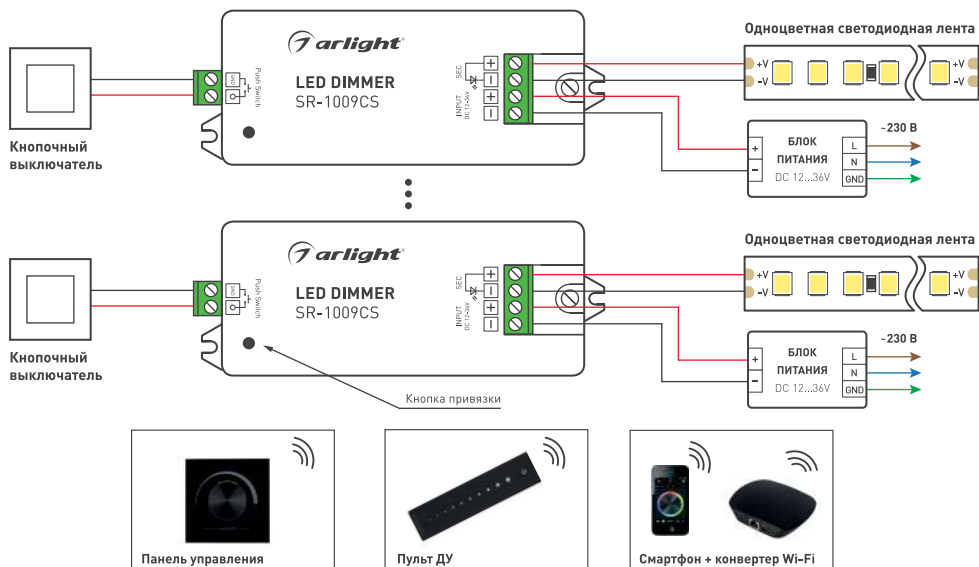

Рисунок 2. Схема подключения на примере контроллера SR-1009CS.
- Подключите диммеры и светодиодную ленту [см. инструкции к используемому оборудованию]. Пример подключения диммеров приведен на Рис. 2.